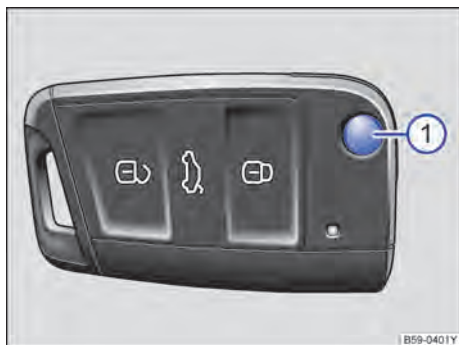

图 40 遥控钥匙
按压按钮 → 图 40① 即可解锁并翻开钥匙头。
如短时间内反复按压汽车钥匙上的按钮 → 图 40 或中央门锁某个按钮 → 第 48 页，则中央门锁系统将暂时关闭，防止系统过载，此时汽车处于解锁状态，必要时闭锁汽车。
如用另一把钥匙在车外闭锁汽车，则车内的钥匙将被锁止，无法起动发动机→第 85 页。如需使车内钥匙获得许可起动发动机，则可按压车内的钥匙上的  按钮→图 40